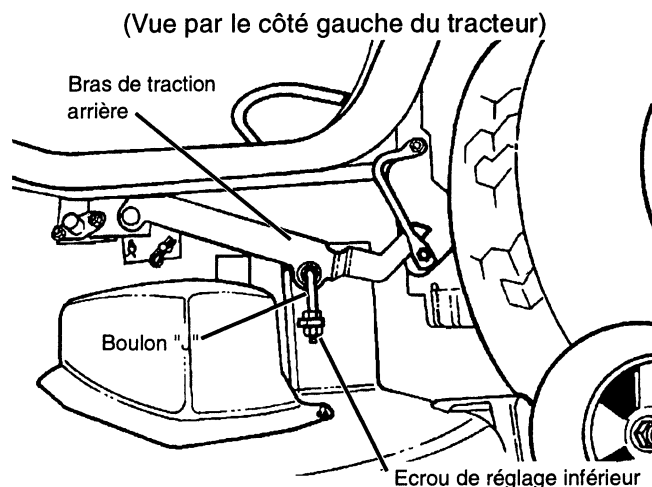

FIGURE 44
- Avec une clé de 15 mm, desserrer d'environ un tour l'écrou de blocage du haut sur le boulon "J" de gauche faisant face à l'intérieur de la tondeuse (voir Fig. 44).